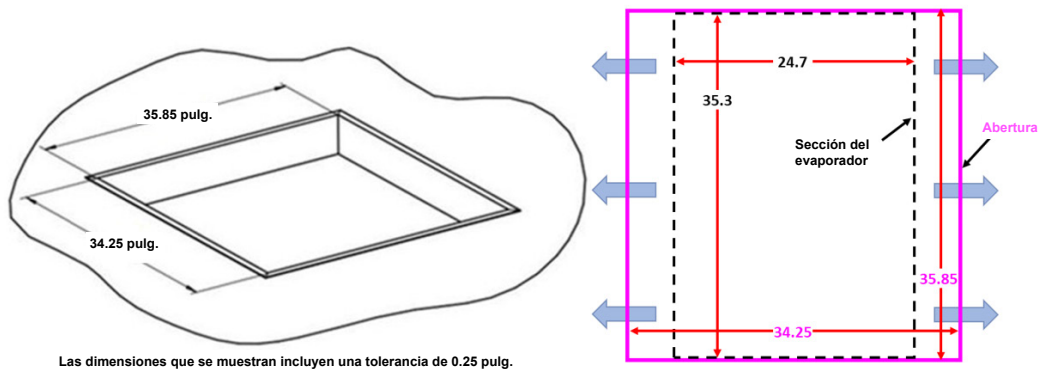

Figura 9 – Dimensiones de la abertura de instalación (pulgadas)
- Techo de la cámara - En esta configuración, la unidad se monta en el techo de la cámara, en la abertura del techo que se muestra en la Figura 9. La estructura de la cámara debe estar reforzada y debe poder soportar el peso del sistema.